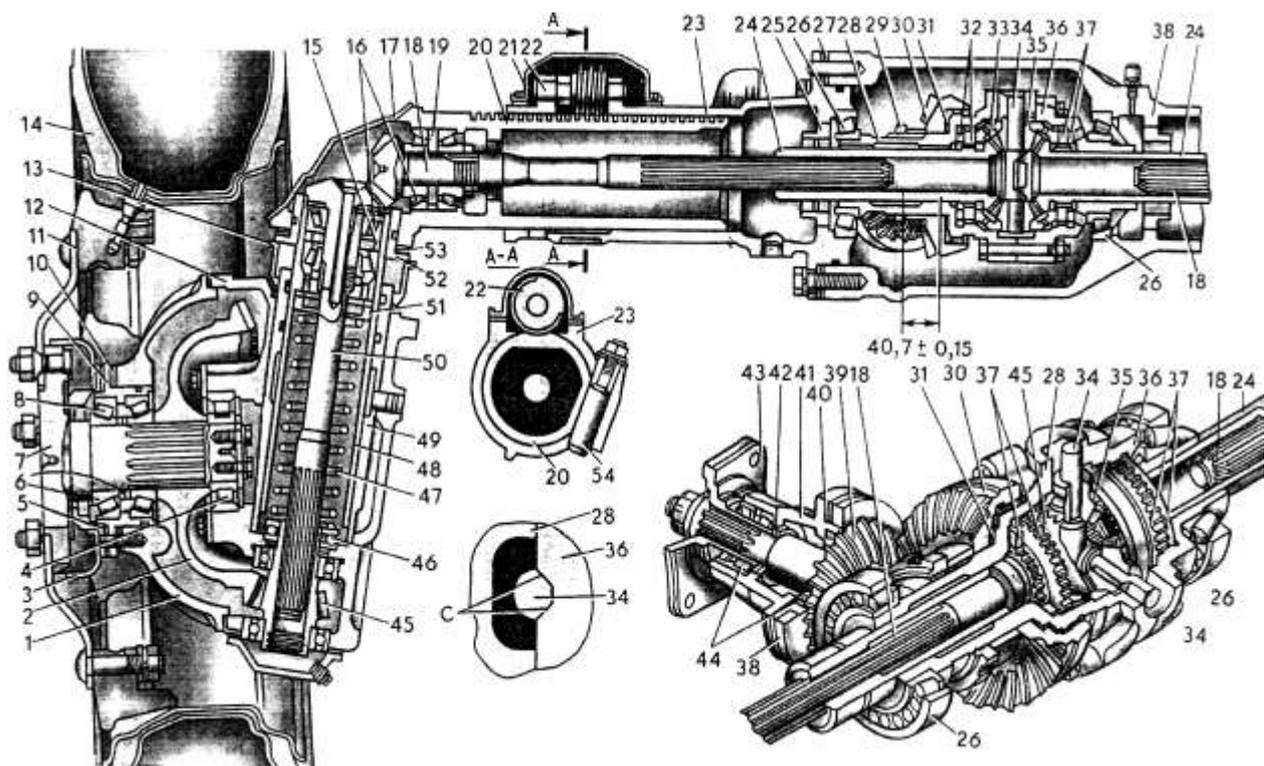

Рис. 26. Передний ведущий мост трактора МТЗ-82
*Регулировку подшипников ведущей шестерни главной передачи* переднего ведущего моста трактора МТЗ-82 проверяют покачиванием от руки фланца **43** кардана (рис. 26).